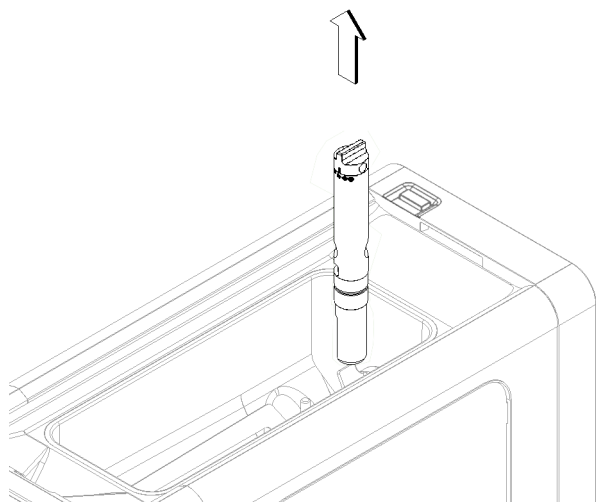

figure 18
**4** Enlever le tube de mélange et le démonter (voir figure 18)